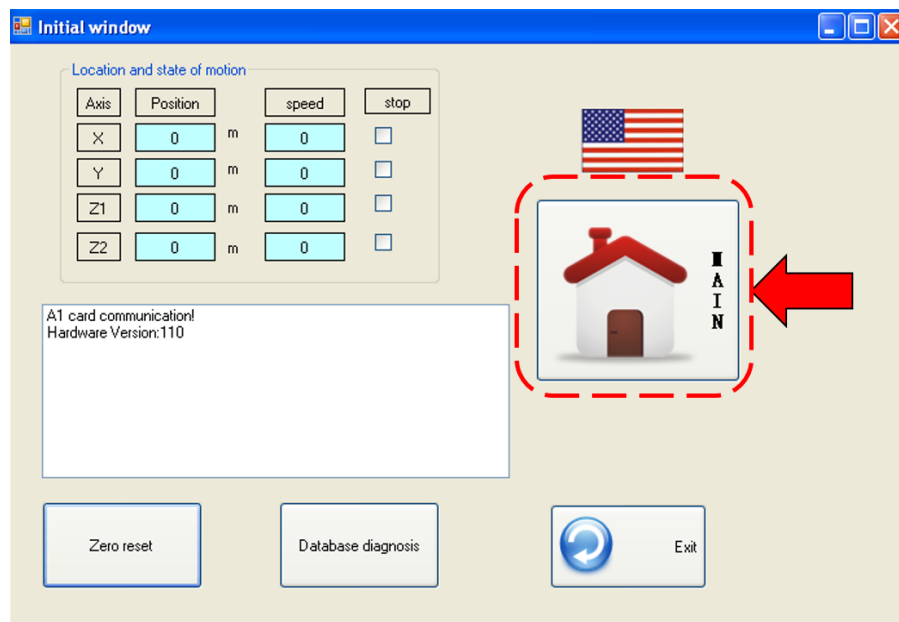

Figura 34. En la ventana inicial pulse **Main**.
4. Cuando la máquina se ubique en el punto de inicio pulse el botón **MAIN** que se señala en la figura 34.